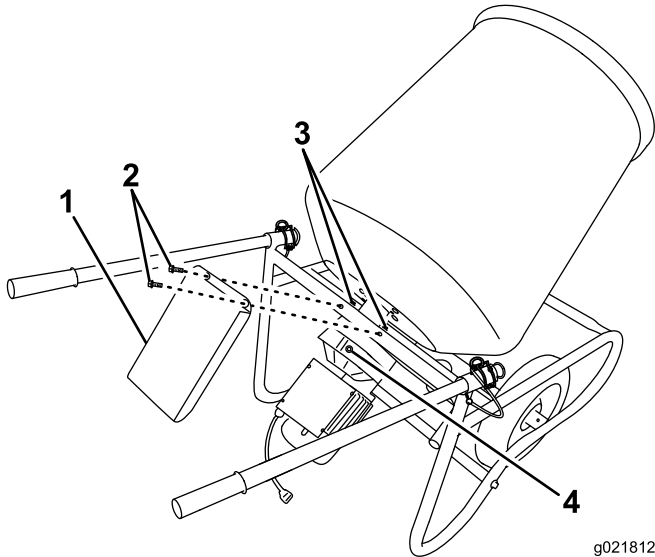

Figura 16
1. Retire la cubierta del motor (Figura 16).
2. Retire el tapón de aceite (Figura 16).